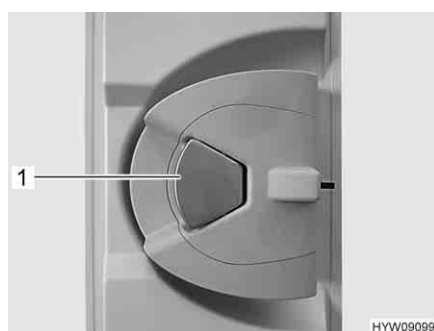

Fig. 40 Serratura della porta (porta di ingresso, lato interno)
- Quando la serratura della porta è bloccata: Tirare una volta la maniglia della porta (Fig. 40,1). La porta è sbloccata.
- Tirare la maniglia della porta (Fig. 40,1). La porta è aperta.
- Premere la maniglia della porta (Fig. 40,1).